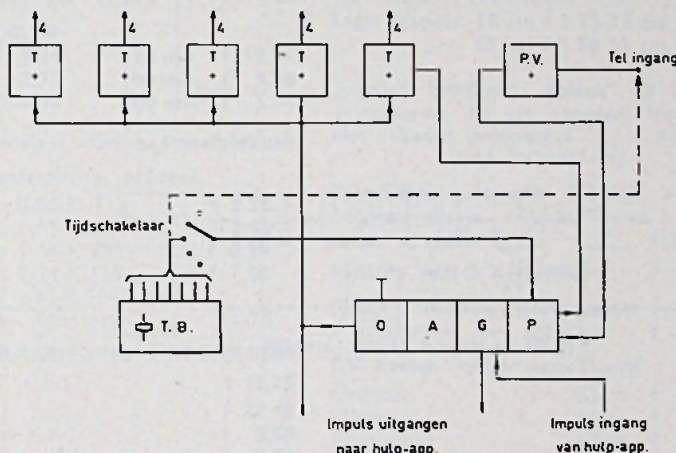

Fig.17 FREQUENTIE METER - TOERENTELLER
a) Frequentiemeter-toerenteller fig.17. De te meten frequentie, of een toerental, omgezet in een elektrische spanning, wordt toegevoerd aan de telingang. De poortschakeling wordt bediend door de tijdbasis. De basistijd is omschakelbaar op bv. 0,1 — 1 en 10 sec., of door middel van een digitale 6-deler op 0,01 — 0,1 — 1 minuut.